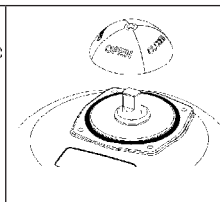

Fig. 12 : Démontage de l'indicateur de position
- Retirez l'indicateur de position (voir « Fig. 12 »).